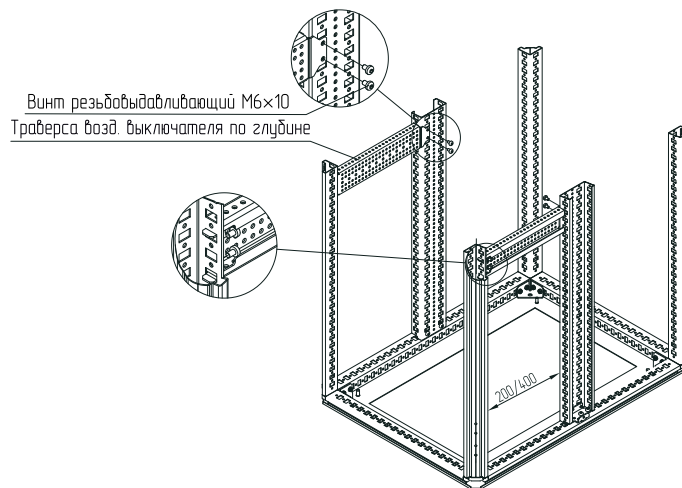

Рисунок 2
4.1.2 Закрепить траверсы воздушного выключателя по глубине между стойками каркаса и стойками дополнительными вертикальными на нужной высоте, закрепить винтами M6×10 (рисунок 2). Момент затяжки – 7 Н·м.